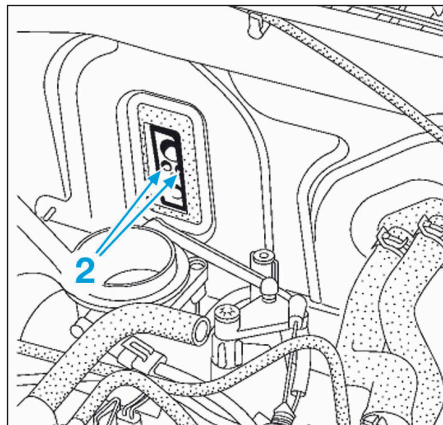

FIG.23
- Déposer les vis (2) puis le détendeur (**Fig.23**).